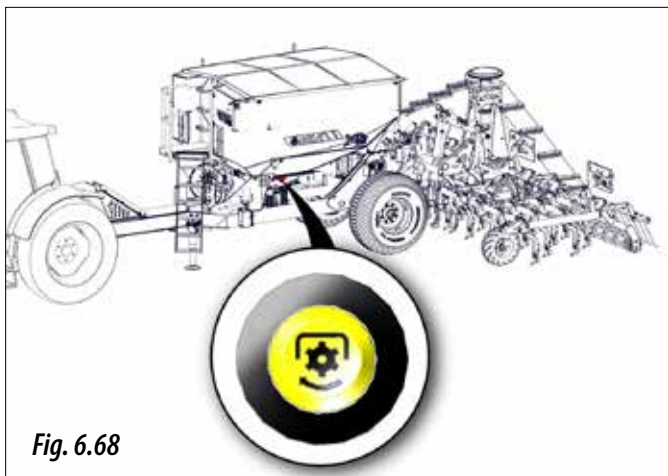

Fig. 6.68
**10-** Con el controlador configurado. Mantener pulsado el botón de calibración (Fig. 6.68) para que empiece la prueba de calibración.